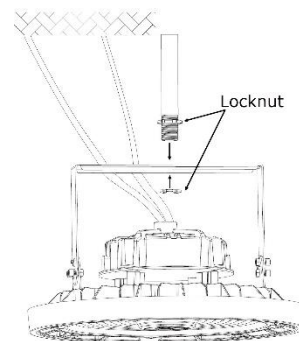

Figure 7
- Ajoutez un deuxième contre-écrou au tuyau pour fixer le luminaire et le support au tuyau. (Figure 7)